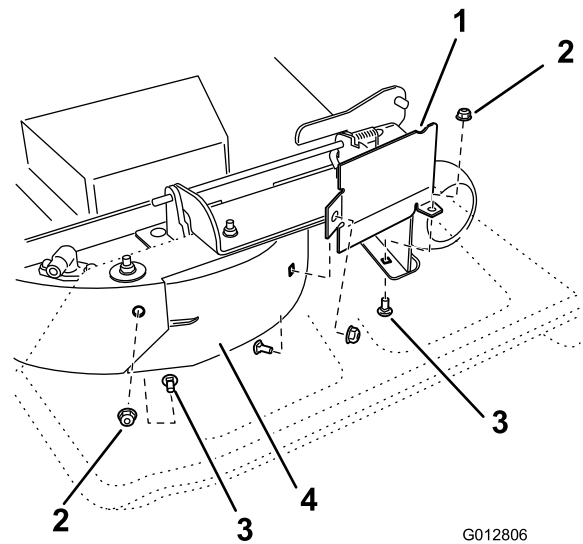

Figura 33
- Retire el perno de cuello cuadrado (5/16 x 3/4 pulgada) y la contratuercas (5/16 pulgada), situados en la pared trasera de la carcasa de corte, que sujetan el deflector a la carcasa (Figura 33).
- Localice el protector del deflector en el borde delantero del orificio de descarga lateral. Retire los fijaciones que sujetan el protector del deflector y el deflector derecho a la carcasa de corte, según se muestra en Figura 33. Retire el protector del deflector y guarde todos los herrajes.